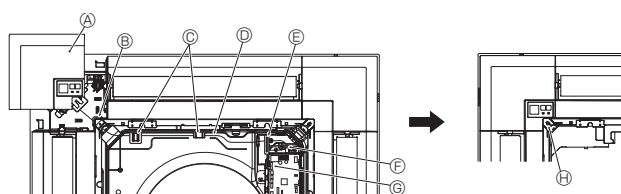

Fig. 9-9
9.4.5. Installation af signalmottager (Fig. 9-9)